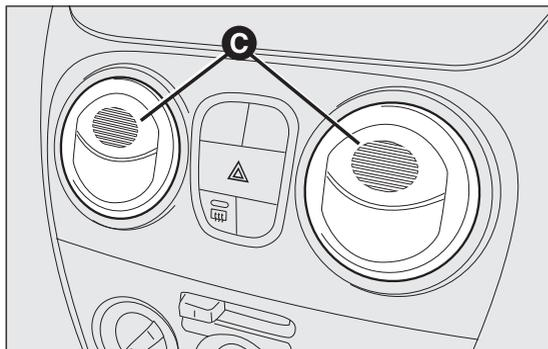

fig. 32
- C Diffusori centrali orientabili fig. 32